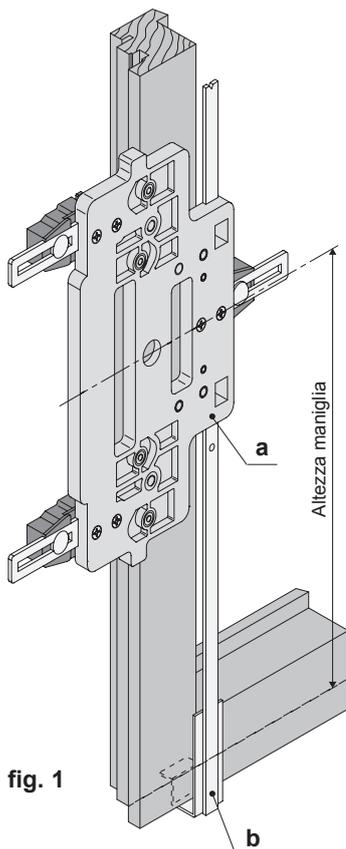

fig. 1
4) Appoggiare l'asta+dimma (art. A20030.00.00+M02030.00.01) sul montante del battente scorrevole, controllando che il piedino alla base dell'asta di supporto, faccia riferimento alla battuta di alloggiamento ferramenta del traverso inferiore (fig. 1).